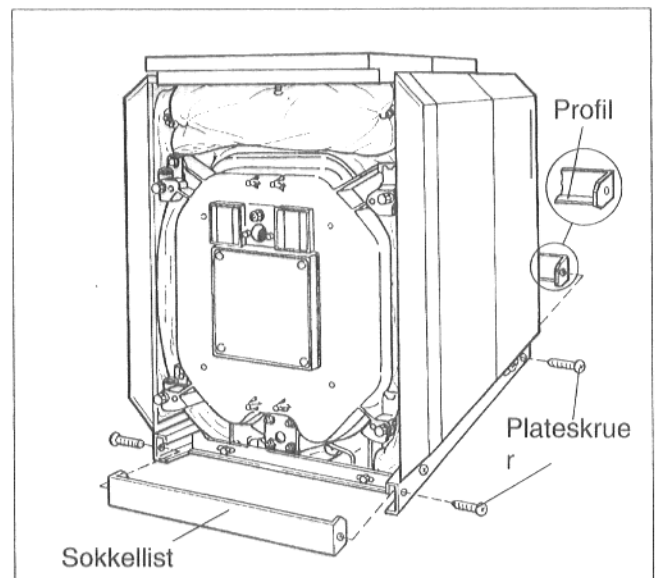

Fig. 44
- Sokkellisten (på tvers foran og bak) skyves inn i langsgående sokkellist. Profilen på sokkellisten skal være nede og peke inn mot kjelen (Fig. 44).